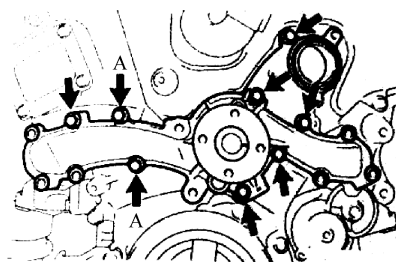

图 1-150 水泵螺栓位置
• 图 1-150 中字母 A 所示的螺栓必须更换，或者在涂抹粘合剂 1344 后方可继续使用。